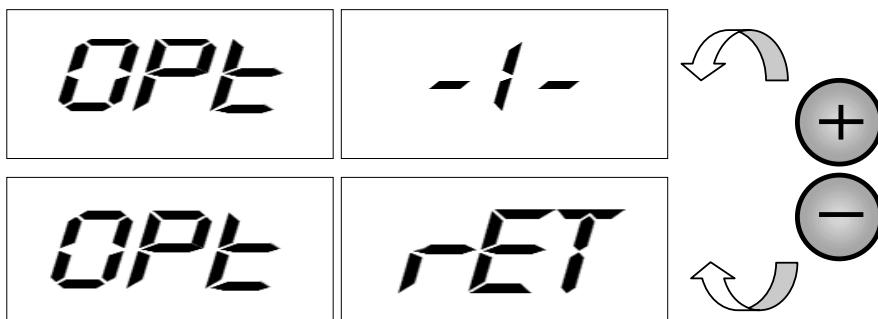

Figura F5.1 Entre no programa da função de otimização
- Pressione a tecla [F+P4] para a tela exibir a opção mostrada na Figura F5.1. Pressione a tecla [P4] ou [P5] para selecionar a opção oPt-1-opção continua, ou selecione a opção oPt rEt para executar o programa. Pressione a tecla [F+P4] para confirmar a função selecionada;